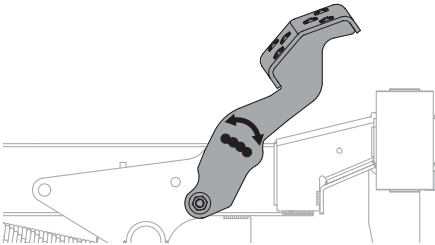

Figure 37
- Positionnez la pédale sur la position optimale en fonction des préférences de l'opérateur (Figure 37).